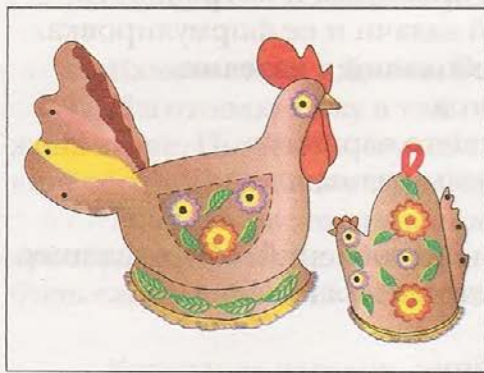

Рис. 131. Грелка на чайник и прихватка
- Кухонный набор: грелка на чайник и прихватка (рис. 131) с оборками из кружев и накладным карманом на грелке. Оформление — цветная художественная гладь.